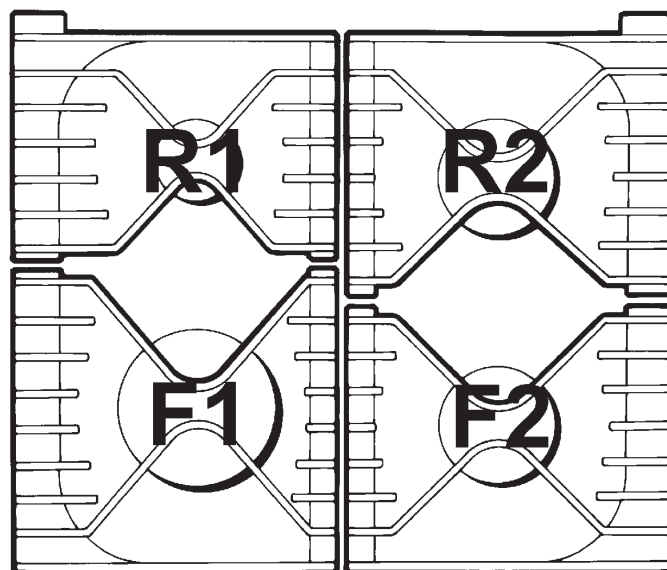

Fig. 8A
- Montez les supports de casserole dans l'ordre suivant : le dessous des supports de casserole comporte une inscription, chacune correspondant au schéma ci-dessous. Les supports de casserole doivent se poser dans les renforcements qui se trouvent dans les pièces coulées de la plaque de cuisson (voir fig. 8A & 8B).